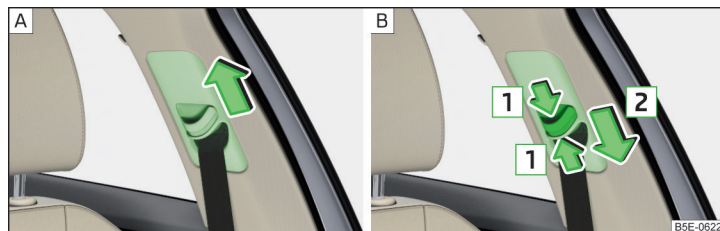

Fig. 18 Ajuste en altura del cinturón para los asientos delanteros
- Desplazar la guía **hacia arriba** en sentido de la flecha » **fig. 18** - [A].
- **O bien:** Comprimir el seguro en el sentido de la flecha [1] y deslizar la guía **hacia abajo** en el sentido de la flecha [2] » **fig. 18** - [B].